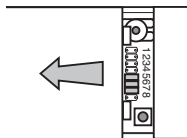

Figure 2
1. Enlevez le couvercle du compartiment des piles de l'émetteur en pressant sur le couvercle avec le pouce, puis faites glisser le couvercle comme indiqué à la Figure 2.
2. Installez quatre (4) piles « AAA » (non fournies). Assurez-vous que les piles sont orientées correctement (voir p. 21).